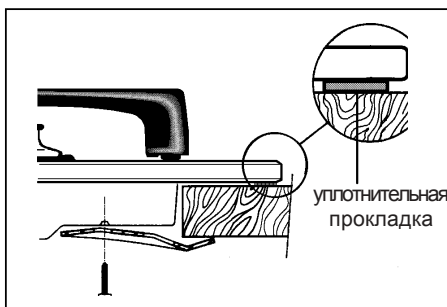

Рис. 26
- 3) Установите прибор в вырез и нажимайте на него до тех пор, пока стеклянная верхняя часть панели и столешница не соприкоснутся, как показано на рис. 26.